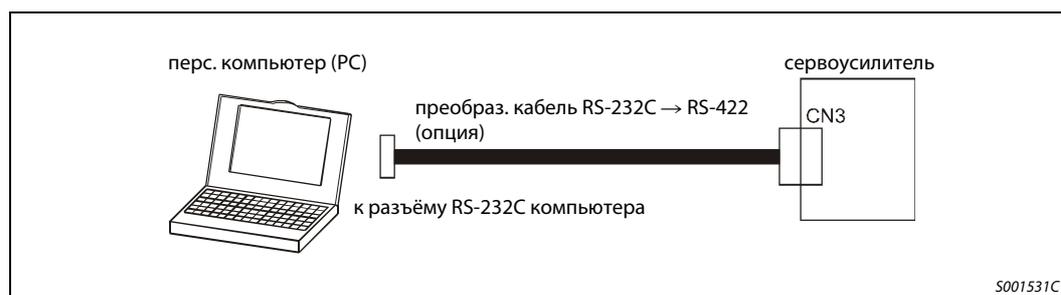

Рис. 3-43: Соединение RS-422 с персональным компьютером
❷ **Соблюдайте полярность подключения диода. Неправильная полярность может привести к неисправности сервоусилителя или невозможности выдать управляющий сигнал.**
❸ **Необходимо применять аварийный выключатель с нормально замкнутым контактом.**
- ❹ Питание =24 В ± 10 %, 300 мА, для внешних сигналов интерфейсов. Если используются все входы и выходы, нужен ток 300 мА. При меньшем количестве используемых входов и выходов ток питания можно уменьшить. См. также разд. 3.2.2.
- ❺ Перед возобновлением эксплуатации необходимо сбросить сигналы (EMG) и сигналы LSN и LSP.
- ⑥ Сигнал ошибки (ALM) постоянно включен до тех пор, пока не возникнет какая-либо аварийная сигнализация (принцип защитной схемы).
- ⑦ Контакты, имеющие одинаковое обозначение, в сервоусилителе соединены друг с другом.
- ⑧ Аналоговое ограничение крутящего момента (TLA) можно активировать путем установки одного из параметров PD03...PD08 и PD09...PD12 на применение ограничения крутящего момента (TL).
- ⑨ Используйте программное обеспечение MRZJW3-SETUP 211E.
- ⑩ Через интерфейс RS-422 (CN3) сервоусилитель можно соединить с персональным компьютером. Для этого нужен опциональный кабель, преобразующий RS-232C в RS-422. См. также рис. 3-43.
- ⑪ Для управления аналоговым входом с помощью отрицательного напряжения требуется внешний блок питания.
- ⑫ Использование интерфейса ввода-вывода при отрицательной логике
- ⑥ Контакты, имеющие одинаковое обозначение, в сервоусилителе соединены друг с другом.
- ⑦ Используйте программное обеспечение MRZJW3-SETUP 211E.
- ⑧ Через интерфейс RS-422 (CN3) сервоусилитель можно соединить с персональным компьютером. Для этого нужен опциональный кабель, преобразующий RS-232C в RS-422. См. также рис. 3-43.
- ⑨ Для управления аналоговым входом с помощью отрицательного напряжения требуется внешний блок сетевого питания.
- ⑩ Использование интерфейса ввода-вывода при отрицательной логике